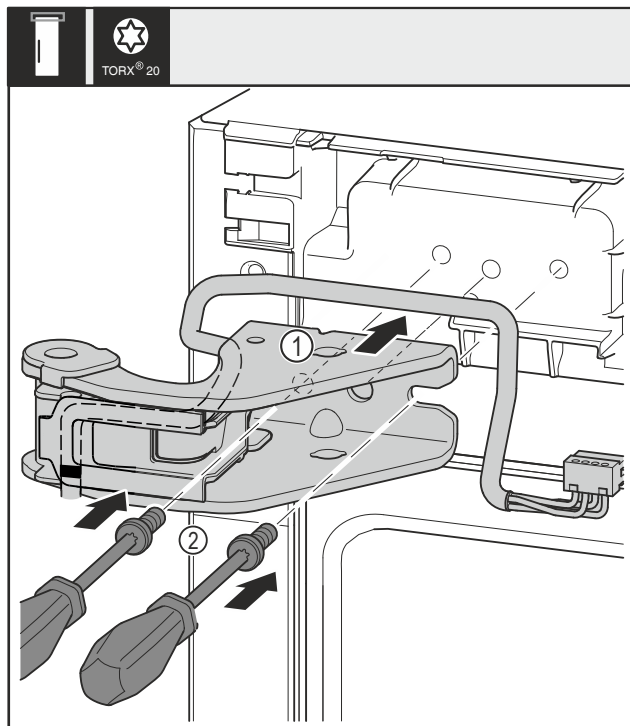

Fig. 32
- ▶ Przyłożyć górną płytkę zawiasu Fig. 32 (1).
- ▶ Włożyć śruby Fig. 32 (2) przy użyciu śrubokręta i mocno dokręcić.